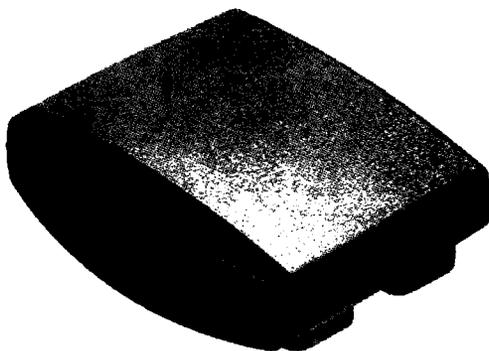

Рис. 9.4. Когда твердое тело разделено на несколько частей, вы можете обработать их по-разному
7. Щелкните по телам отдельно в браузере и измените их цвета при помощи выпадающего меню на панели «Быстрый доступ». Мой выбор цветов показан на рис. 9.4.